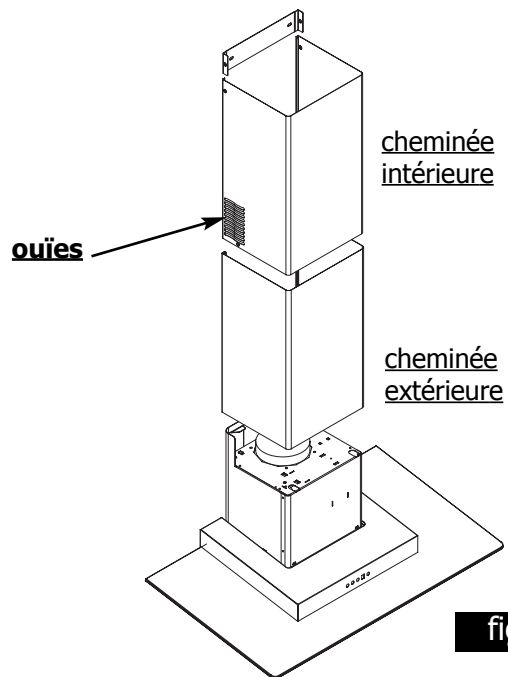

fig. 5
- Préparez votre cheminée télescopique en prenant soin de dissimuler les ouïes (fig.5).